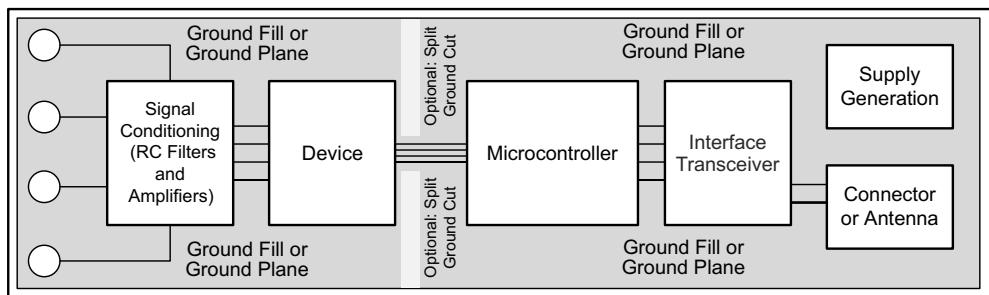

图 10-12. 系统组件布局
在为模拟和数字元件进行印刷电路板 (PCB) 布局布线时，应遵循最佳设计实践。为了获得出色性能，请将模拟元件 [例如 ADC、放大器、基准、数模转换器 (DAC) 和模拟多路复用器] 与数字元件 [例如微控制器、复杂的可编程逻辑器件 (CPLD)、现场可编程逻辑门阵列 (FPGA)、射频 (RF) 收发器、通用串行总线 (USB) 收发器以及开关稳压器] 相分离。图 10-12 展示了良好的元件放置示例。尽管 图 10-12 给出了良好的组件布局示例，各应用的最佳布局只针对特定的几何尺寸、组件和 PCB 制造能力。即没有适用于所有设计的布局布线方式，因此在使用模拟组件进行设计时必须小心谨慎。